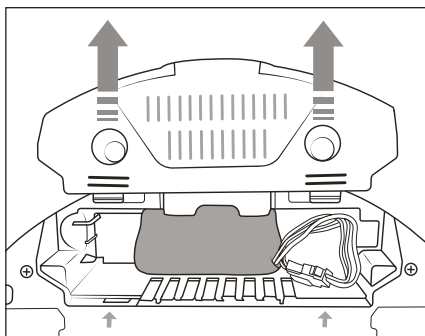

Bild 13
- 1) Dra loss locket 15 från batterifacket (se bild 13).